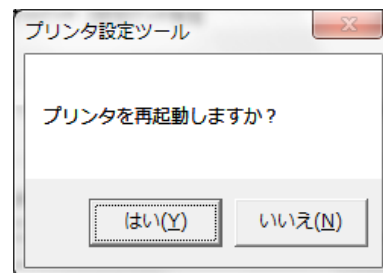

図 3.8.6 再起動確認画面
- (5) すべてのファームウェアファイルのダウンロードが完了すると図 3.8.6 が表示されます。メッセージに従い、プリンタを再起動してください。